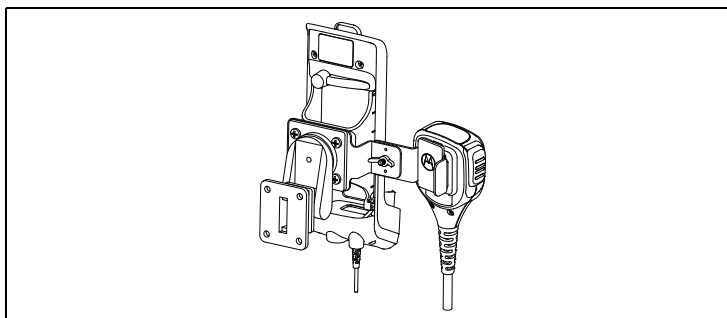

Figure 2 : fixation du support pour microphone haut-parleur distant sur le support.
8. Le support pour microphone haut-parleur distant permet à l'utilisateur de fixer le microphone haut-parleur distant comme illustré dans la Figure 2.